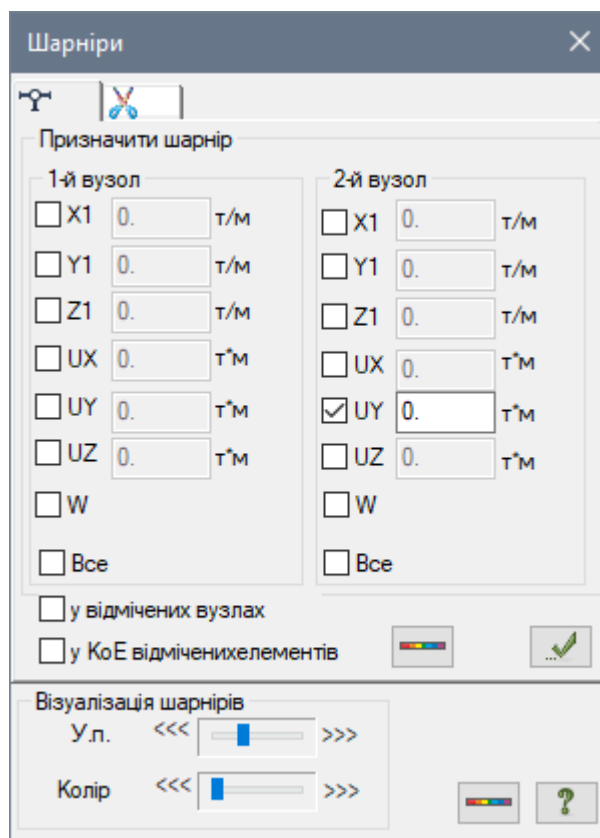

Рис. 3.6. Діалогове вікно Шарніри
- Натисканням на кнопку  – **Шарніри** (панель **Редагування стержнів** на контекстній вкладці **Стержні**) відкрийте діалогове вікно **Шарніри** (рис. 3.6).